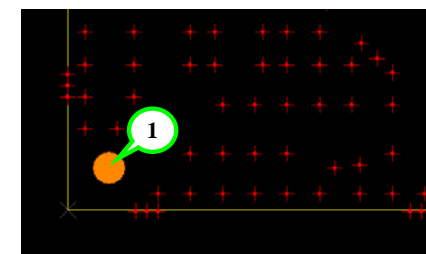

рис. 8-162
Мы видим, что такое отверстие есть (рис. 8-162, ①).